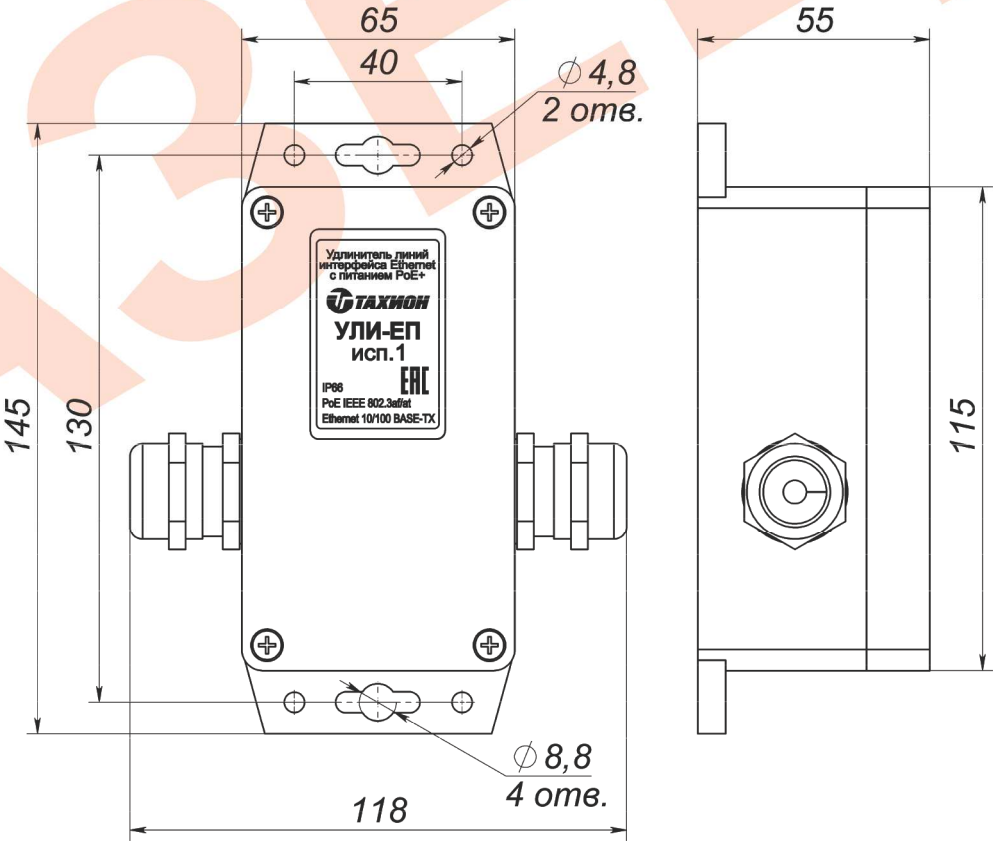

Рис.2 Внешний вид и габаритно-установочные размеры.
* Размер с гермовводами (см. рис.2).
- 2. Габаритные и установочные размеры приведены на рис.2